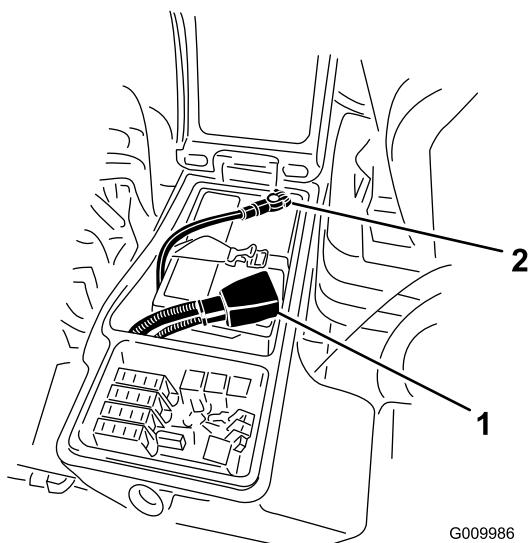

Bild 75
3. Klemmen Sie das Minuskabel (Schwarz) vom Minuspol (-) der Batterie und das Pluskabel (Rot) vom Pluspol (+) der Batterie ab (Bild 75).
- Klemmen Sie das Pluskabel (Rot) am Pluspol (+) der Batterie und das Minuskabel (Schwarz) am Minuspol (-) der Batterie an (Bild 75).